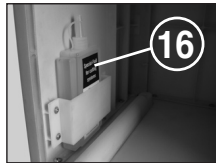

Fig. 6
Estrarre il contenitore di raccolta (14), togliere il contenitore dell'olio (16) (Fig. 6) dal supporto nel vano inferiore e inserire nuovamente il contenitore.